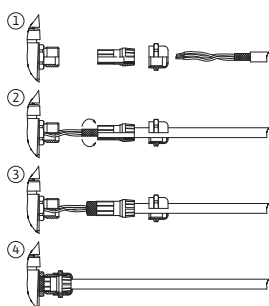

Fig. 31: Grampo de blindagem
A blindagem é ligada na passagem de cabos do módulo eletrónico. Ver Fig. 31.
Os cabos da entrada digital, das entradas analógicas e da comunicação de bus devem ser blindados através do prensa-cabo metálico da passagem do cabo (Fig. 23, pos. 4, 5 e 6). Blindagem, ver Fig. 31.